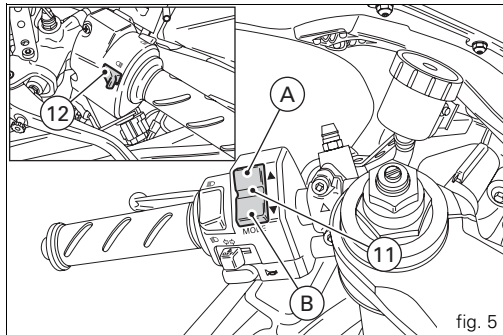

fig. 5
12) High beam FLASH button (fig. 5).